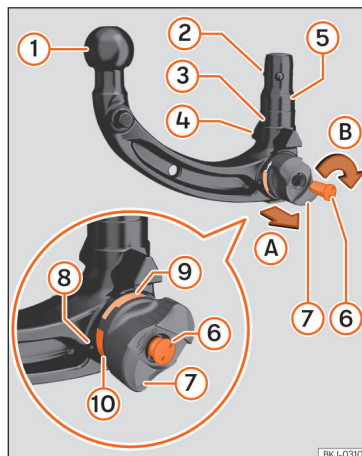

Abb. 154 Übersicht: Abnehmbare Anhängervorrichtung.
3. Die Schlossabdeckung »»» [Abb. 154] 7 öffnen und den Schlüssel 6 in das Schloss stecken.